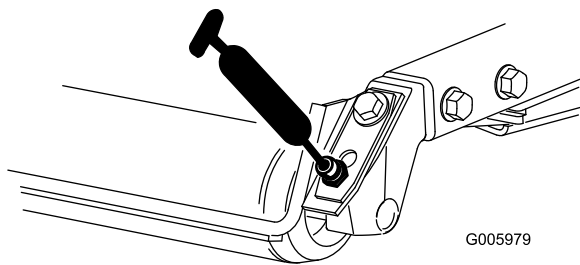

Figura 48
- Cuscinetti del rullo posteriore (2 per apparato di taglio) come illustrato nella Figura 48